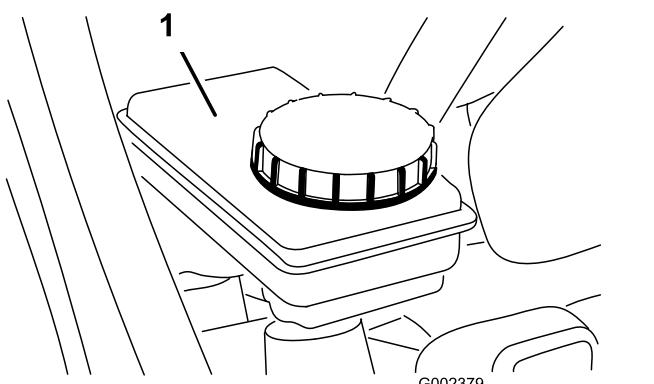

図 24
- 液量が不足している場合には、まず補給口周辺をきれいに拭き、キャップをはずして、所定のブレーキオイルを適正量まで補給する図 24。